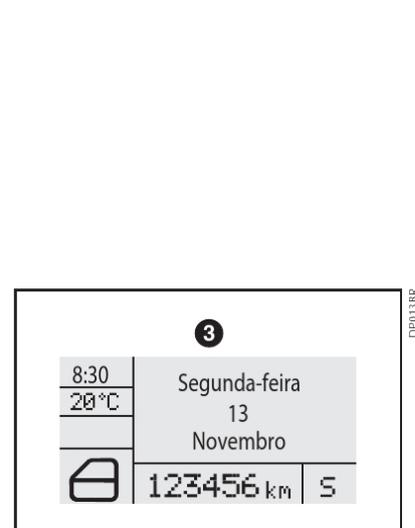

fig. 33
**Display 3-fig. 33** - Ideogramas, informações numéricas e mensagens de texto.